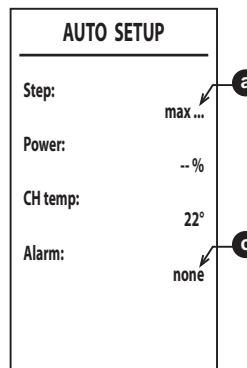

fig. 53
- Si la fase de encendido no tiene éxito, aparece el mensaje **[max\_err]** en el punto **a** y un código de error en el punto **c** (fig. 53). En la **Nota 2**, se indican algunas causas posibles del fallo de encendido. Salga de Auto Setup pulsando la tecla **○**, resuelva la anomalía y repita el procedimiento desde el punto 1.